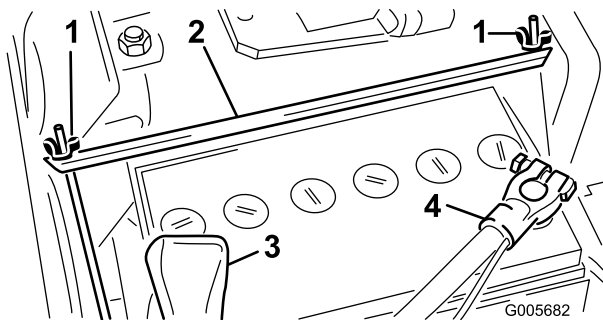

Figura 6
2. Retire las dos tuercas de orejeta y la pletina que sujeta la batería (Figura 6). Levante la batería para retirarla del chasis. Guarde las tuercas de orejeta y la pletina de sujeción en un lugar seguro para su reutilización.